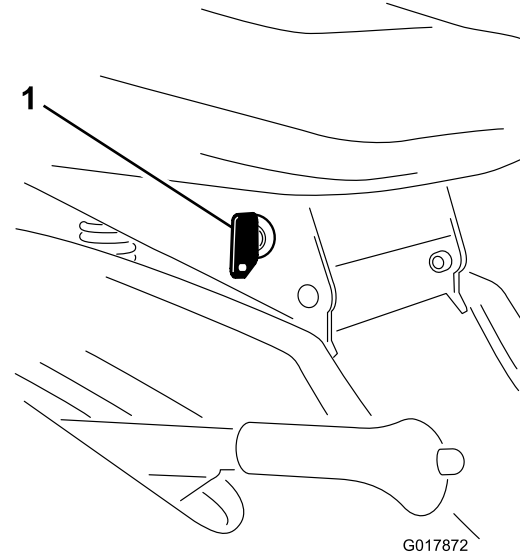

Figure 11
S'il est nécessaire d'utiliser la commande des lames (PDF) en marche arrière, désactivez ce dispositif de sécurité à l'aide du commutateur KeyChoice situé près du support du siège (Figure 11).
2. Introduisez la clé KeyChoice dans le commutateur (Figure 11).